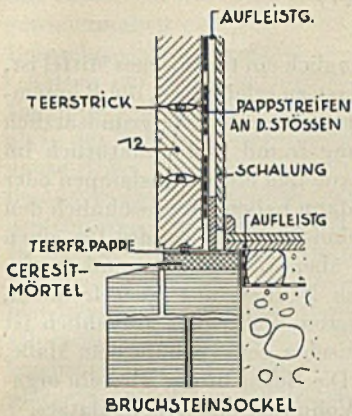

Abbildung 15. Blockwände,
Um einen guten Fugenschluß zu erzielen, werden die Blockhölzer an den Lagerflächen leicht ausgehöhlt und mit Werg- oder mit Teerstricken gedichtet (Abb. 15). Besser ist es, sie mit Nut und Feder zu versehen. Im Innern soll man die Blockwand mit teerfreier Dachpappe in waagrechten Streifen verkleiden,
um eine vollständige Fugendichtung zu erreichen. Die Innenschalung soll, um wohnlich zu wirken, vertikal sein oder aus Sperrholzplatten bestehen. Beim Anbringen dieser Innenschalung ist jedoch darauf Rücksicht zu nehmen, daß die Blockwände sich stark setzen. Man muß daher die Schalung, die dieses Schwinden nicht mitmacht, auf einer von der Bewegung der Außenwand unabhängigen Aufleistung*) befestigen und ihr an der Decke genügend Spielraum lassen (Abb. 15—18). Solche Wände lassen sich gegebenenfalls sogar verputzen. In einfachster Weise können senkrechte Schalungen an Blockwänden befestigt werden, indem man sie nur in der Mitte nagelt und an der Decke mittels Leisten festhält.
kann in gleicher Weise, wie beim Fachwerkbau auf Lagerhölzer in Kiesbettung oder auf eine freiliegende Balkenlage verlegt werden. Die Sockelpartie ist auch hier gegen Bodenfeuchtigkeit durch eine Asphaltpappe geschützt. In Abb. 15 ist die Pappe durch eine wasserdichte Ceresitmörtelschicht ersetzt. Tropfwasser kann man durch ausgehobelte Tropfrinnen oder wetterschenkelartig wirkende Bretter von der Schwelle fernhalten.
*) Mittels Haken an der Blockwand beweglich gehaltene Vertikalbretter, auf welche Sperrholz oder die waagrechte Aufleistung für die gehobelte Schalung kommt. In Abb. 15 und 19 fehlt die Einzeichnung der waagrechten Aufleistung.